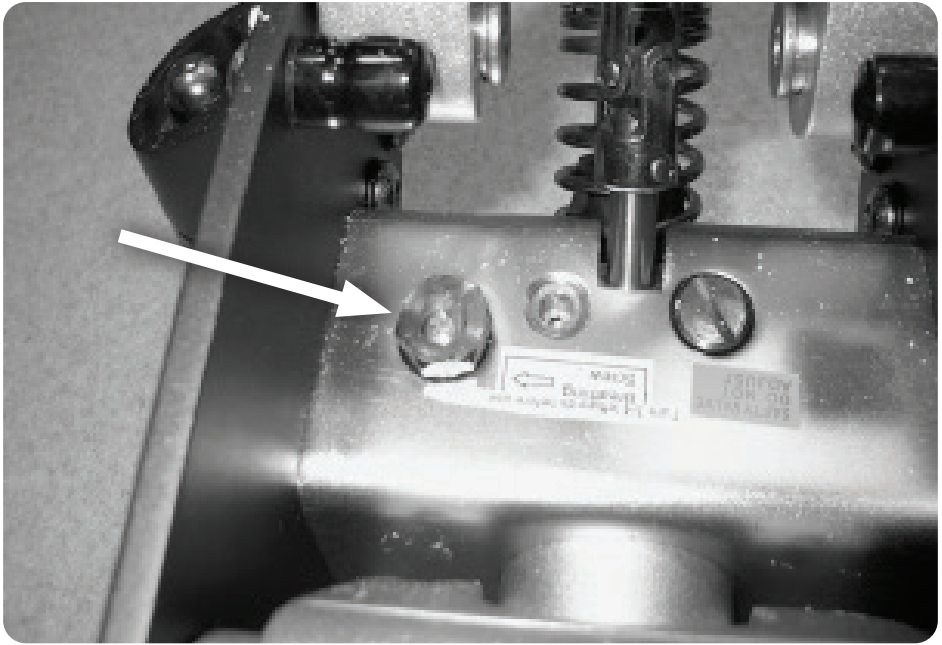

Fig. 1
- **ATTENTION: avant utilisation dévisser la vis indiquée par flèche dans la figure 1 à la page 8 de 1 ou 2 tours (pas plus de). En cas de manutention chariot refermer la vis.**
- **ACHTUNG: Vor Gebrauch Lösen Sie die mit gekennzeichnete Schraube Pfeil in der Abbildung 1 auf Seite 8 von 1 oder 2 Umdrehungen (nicht mehr als). Im Falle von Wagenhandhabung Schließen Sie die Schraube wieder.**